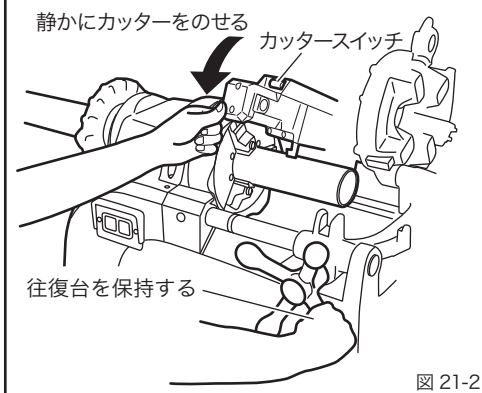

図 21-2
- ③パイプが回転をはじめたらカッターのスイッチを ON にして、カッターをしずかにパイプにのせてください。切れ目が入り安定するまで往復台は保持しておきます。(図 21-2)